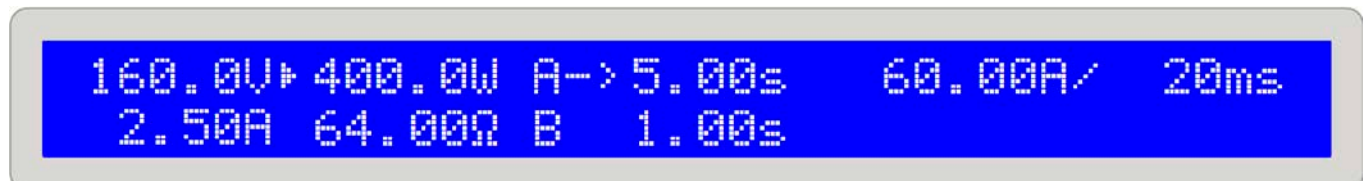

图 10. 带脉宽调节的Level A/B操作
**Selection(5)**旋钮用于选择A与B的设定值，和脉冲时间，而**Setting(6)**则来改变它们。显示屏上显示字母A和B的分配。在设定值之间转换时，当前被选的数值前出现箭头(->)。脉动操作的升/降时间也可调。Level A和B的升降时间相同，不可分开设置。它以 $\Delta$ value/ $\Delta$ time格式当转换速率显示，如图10的100A/20ms。
上升和下降的时间是相等的，可被看作一个值，见图10。可在 $30\mu s \dots 200ms$ 范围内持续调节。步宽在 $\mu s$ 至 $ms$ 范围内变化，误差最大为+10%。